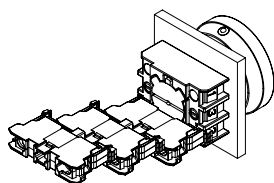
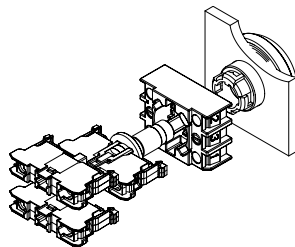

Abb. 4
Abb. 5
2. Montage der Kontaktelemente des RF-Kontaktsystems erfolgt durch Aufsnappen an den Positionen 1 bis 3 am Montageflansch (siehe Abb. 4). Die mittlere Position (Pos. 3) ist für die Montage von Leuchtelementen bei Geräten mit Beleuchtung (siehe Abb. 5) vorgesehen.